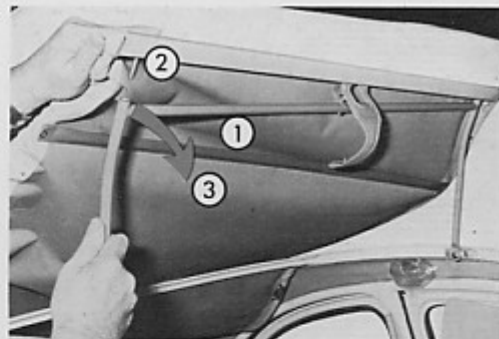

Fig. 27 - Ouverture totale de la capote
- Dégager les tétons de la capote (Rep. 2 Fig. 27) du cadre mobile (Rep. 1) et le rabattre vers l'avant (Rep. 3).